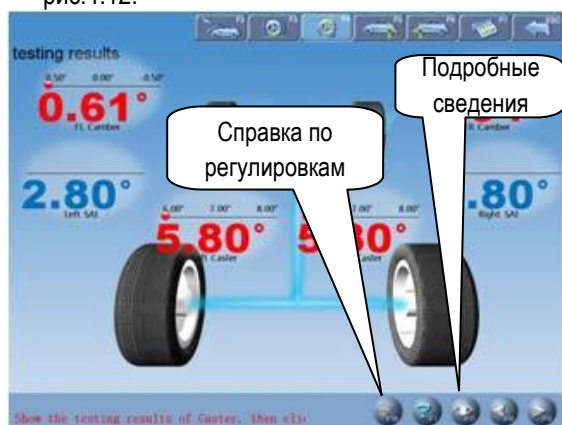

Рис.4.12
4. После завершения тестирования установить рулевое колесо в среднее положение. Система автоматически переходит к следующему этапу для проверки результатов измерения. См. рис.4.12.